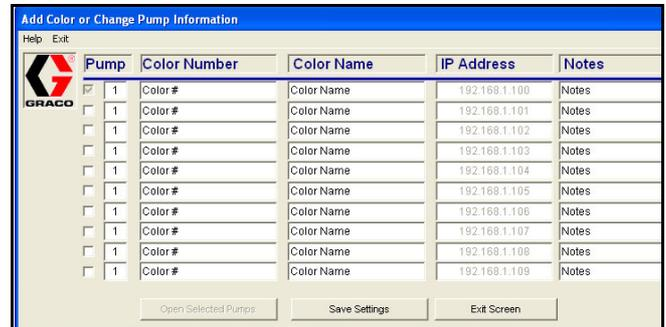

FIG. 20. Collegamenti multipli del VFD
5. Immettere le nuove informazioni della pompa. Vedere FIG. 20. Controllare le caselle vicine ad ogni drive collegato.